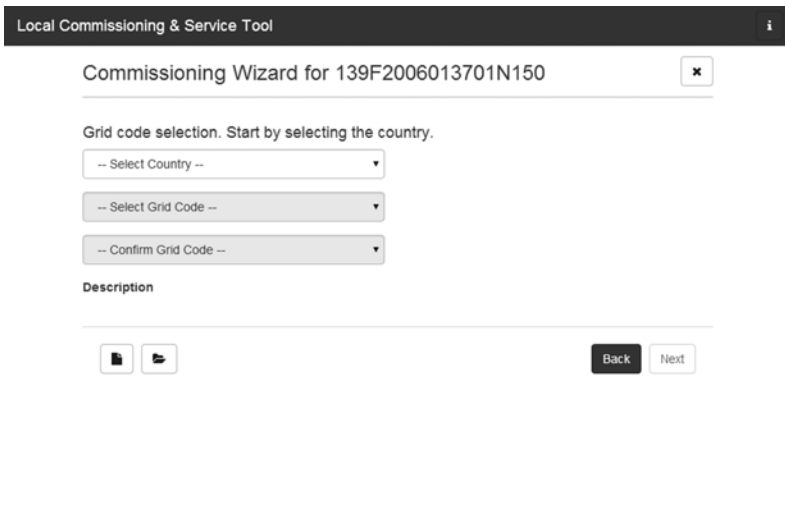

Figure 5.6 LCS-Tool - Sélection du pays et du code réseau
7. Sélectionnez le pays souhaité dans la liste des options disponibles pour les onduleurs du réseau. Voir figure 5.6.
8. Sélectionnez le code réseau souhaité parmi la liste d'options disponibles pour le pays sélectionné. Si nécessaire, chargez un code réseau personnalisé en cliquant sur le bouton **[Load]**. Voir figure 5.6. Le bouton **[Create]** est inactif et ne peut pas être utilisé.